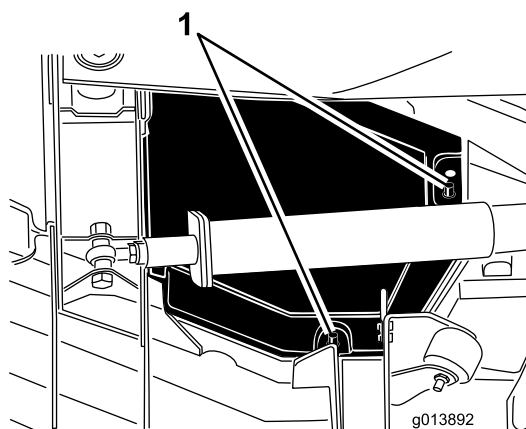

Рисунок 66
4. Снимите задний и внутренний края крышки с монтажных штырей (**Рисунок 66**).